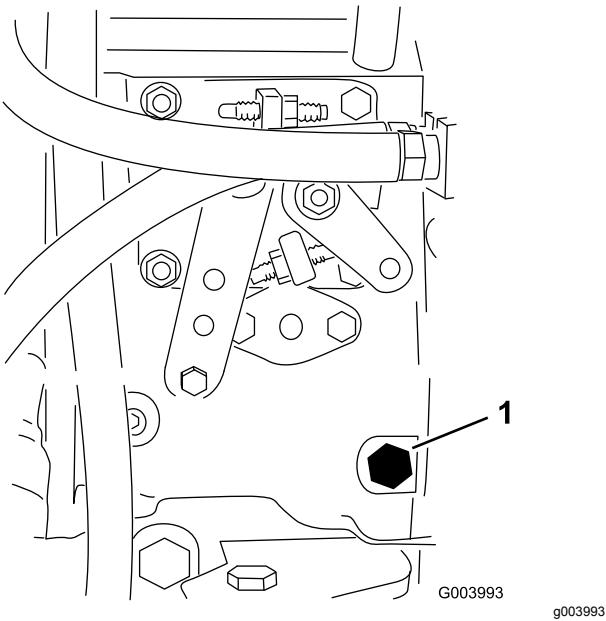

Figure 21
3. Desserrez la vis de purge sur la pompe d'injection (Figure 21) à l'aide d'une clé de 12 mm.